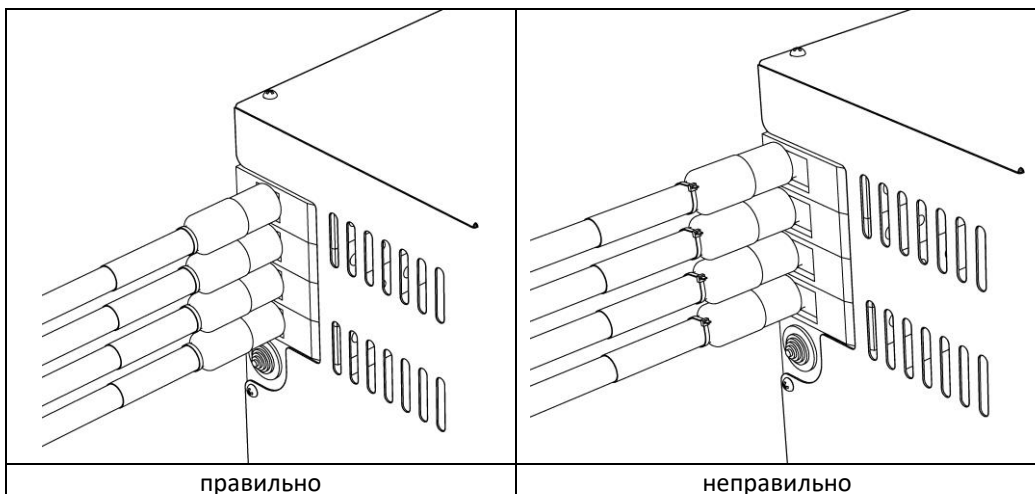

рис. 5
6.13. При подключении наконечников проводов к зажимам кабеля питания, необходимо обратить внимание на правильное положение наконечников (см. рис. 5). При правильном подключении все внешние токоведущие части зажимов будут надежно прикрыты изоляторами наконечников, что обеспечит в дальнейшем безопасную эксплуатацию электродотла.